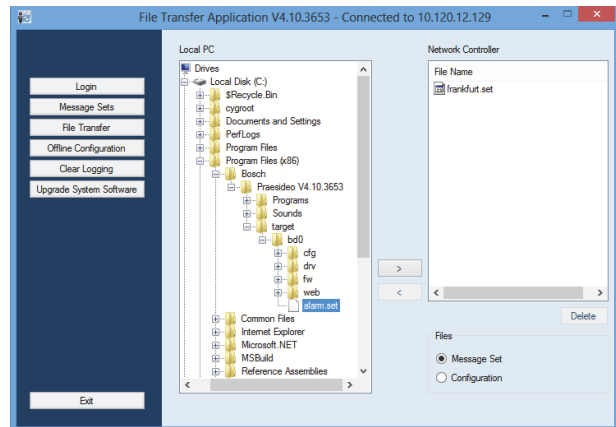

abbildung 45.10: Übertragen eines Durchsagensatzes
- 1 Loggen Sie sich zunächst in die Anwendung *Dateiübertragung* ein und klicken Sie anschließend auf die Schaltfläche *Dateiübertragung*. Es erscheint ein Bildschirm, der dem in abbildung 45.10 ähnelt.